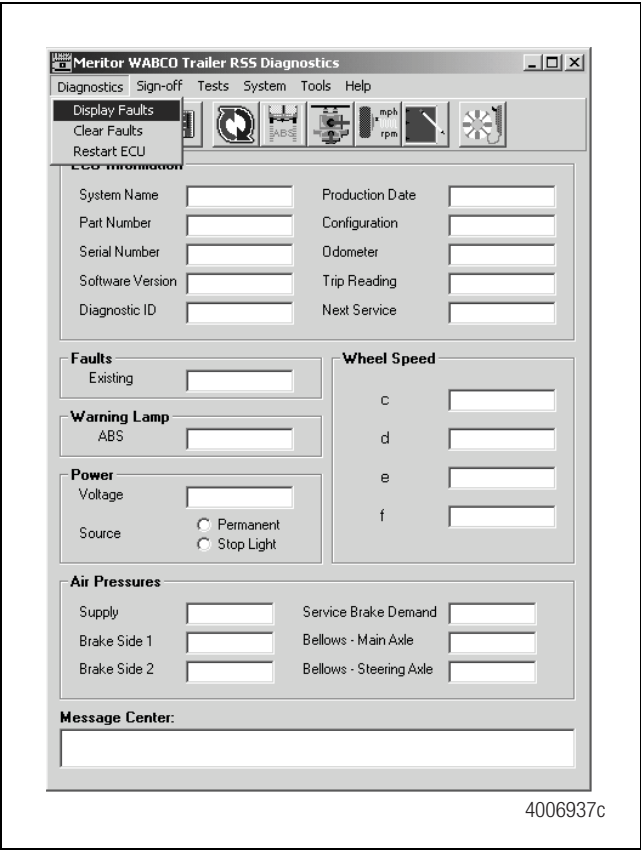

Figura 5.5
1. En la pantalla principal del software de diagnóstico del EBS para semirremolques Meritor WABCO, seleccione **Diagnósticos** en la barra de menú de la parte de arriba. Figura 5.5.